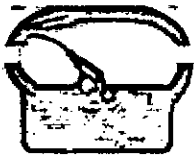

Figura. 1
- 1 - Desenrollar el cable red eléctrica y conectar el aparato a la red eléctrica. Ver figura. 1.